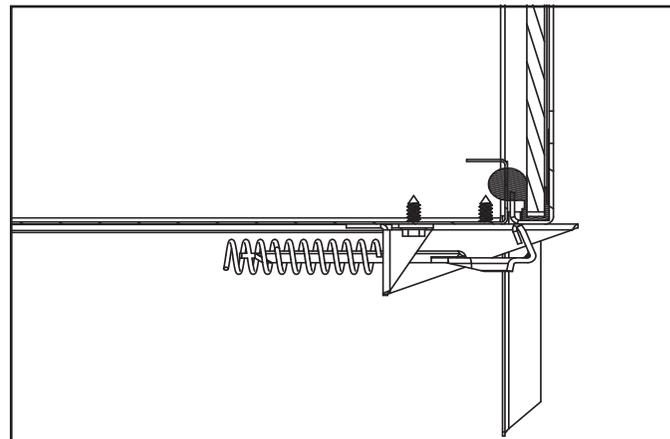

Figure 4.2 Panneau de verre fixe
- Le panneau de verre fixe s'attache au foyer en quatre points. Les quatre mécanismes d'attache sont constitués de verrous à ressorts. Un exemple de verrou de vitre est montré à la Figure 4.2.